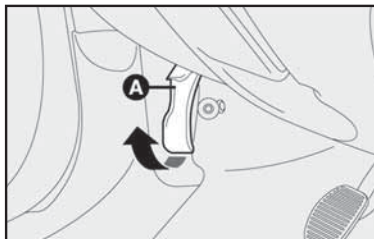

fig. 105
- 1) Puxar a alavanca **A**-fig. 105.